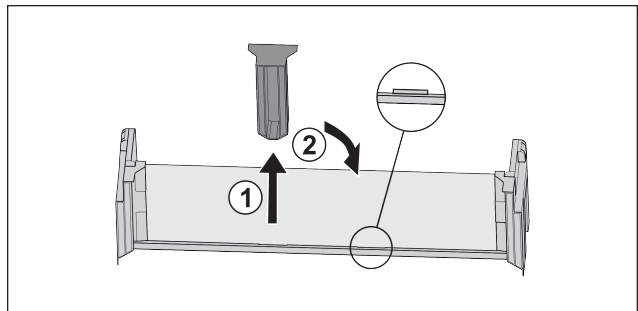

Fig. 29
- ▶ Retire la pieza de sujeción del medio Fig. 29 (1).
- ▶ Inserte la pieza de sujeción central en la segunda posición Fig. 29 (2).